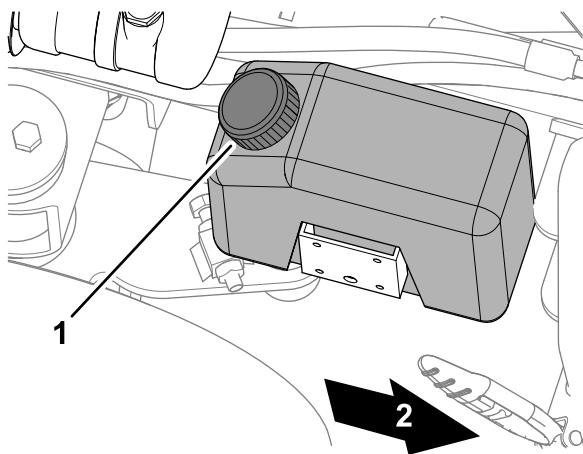

Figure 13
- Retirez le bouchon du réservoir de lave-glace (Figure 13).
- Replacez le bouchon sur le réservoir de lave-glace (Figure 13).